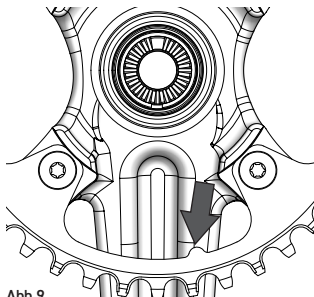

Abb.9
- **FÜR EKAR GT:** Das neue Kettenrad so positionieren, dass die Kennzeichnungen auf dem Kettenrad auf der Innenseite der Kettenradgarnitur zu sehen sind und der Referenzzahn richtig positioniert ist (**Abb. 9**).
- Vor dem Wiedereinbau muss zwingend niedrigste Schraubensicherung Loctite 222 am Gewinde der Schrauben aufgetragen werden (**Abb. 9**).